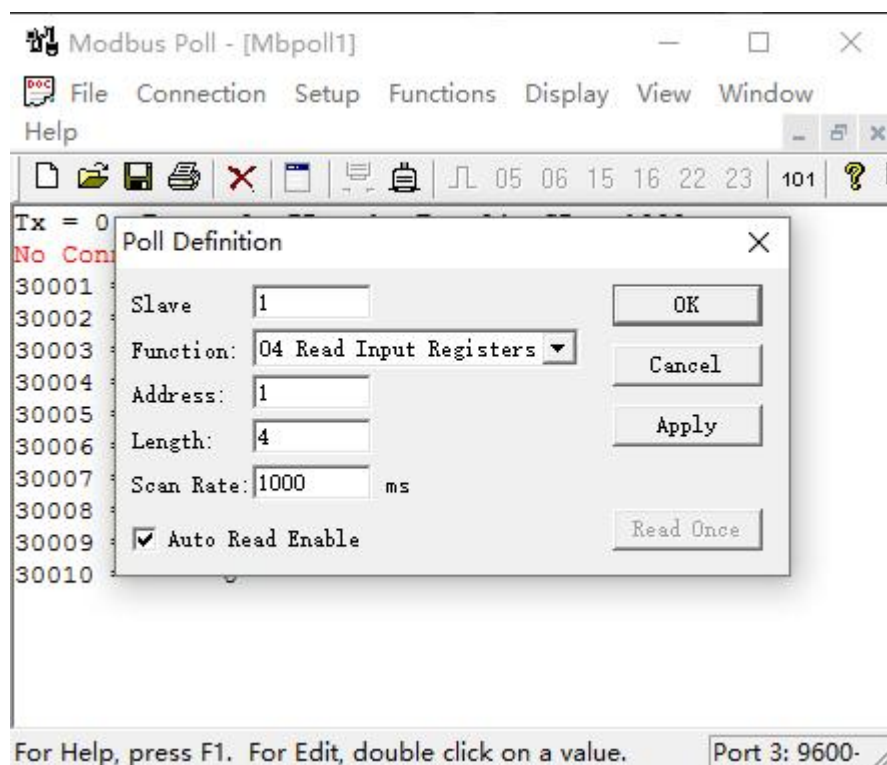

图 15 Poll Definition 设置
(3) 点击“OK”按钮。然后点击菜单中的“Setup”项，在下拉框中选择 Poll Definition 选项，出现如图 15 所示的对话框，按图中参数进行设置。